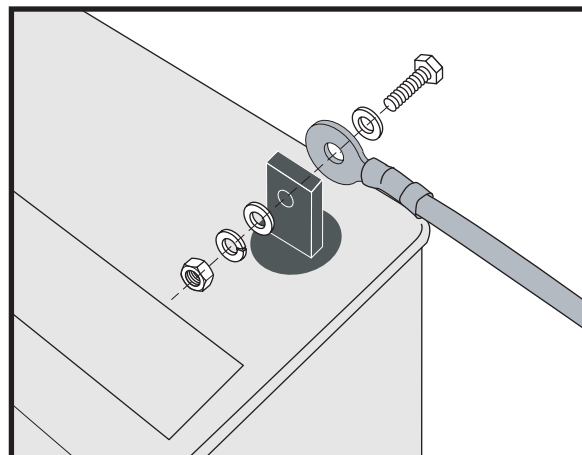

Figure 11. Orientation des fils des batteries
4. Débranchez les câbles des bornes des batteries en soulevant la housse des bornes et en desserrant le boulon et l'écrou sur chaque borne. Voir la figure 11.